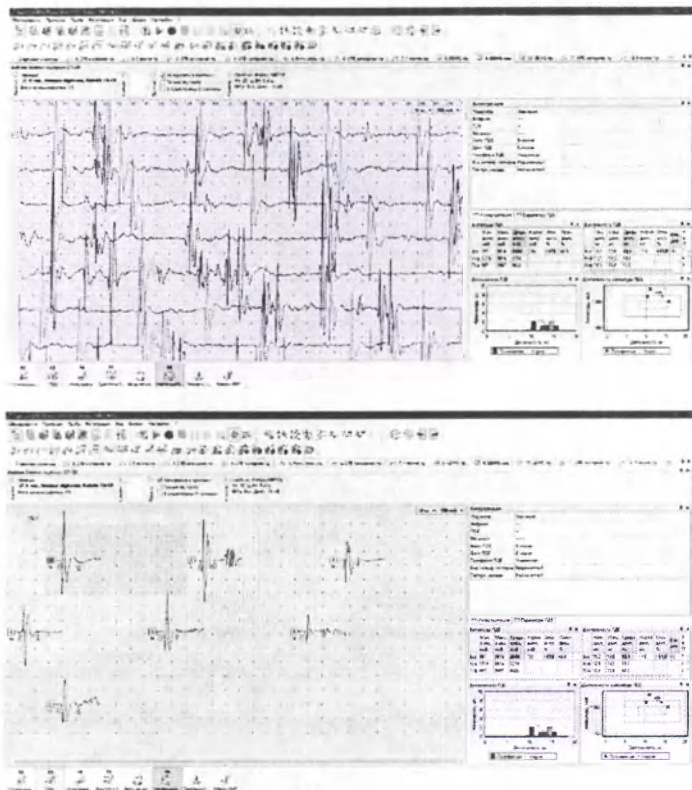

Рис. 178. Переход между вариантами просмотра кривых в окне анализа ПДЕ
- При активации зарегистрированного потенциала можно увидеть, какие потенциалы были получены из конкретной нативной кривой (активируется в правом окне кривых). Нажимая клавишу [F6], можно последовательно рассматривать сами ПДЕ, нативные кривые или оба окна сразу (рис. 178).